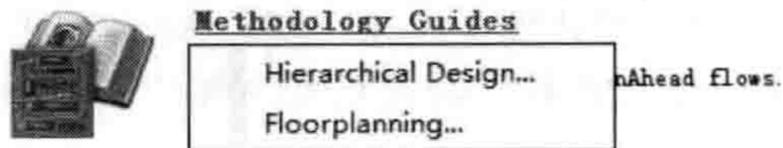

图 1.1.8 高级属性链接
(5) 新属性 (What's New) : 显示当前版本 PlanAhead 工具软件的新属性, 单击该链接时打开 PDF 文档 “What's New in PlanAhead Software xx.x”, 该文件存储在 “..\Xilinx\xx.x\ISE_DS\PlanAhead\doc” 文件夹中。
(6) 用户指南 (User Guide) : 显示 PlanAhead 工具软件的用户指南, 单击该链接时打开 PDF 文档 “PlanAhead User Guide”, 该文件存储在 “..\Xilinx\xx.x\ISE_DS\PlanAhead\doc” 文件夹中。
(7) 方法指南 (Methodology Guides) : 链接到 Xilinx 官方网站, 提供关于层次化设计和逻辑布局的帮助文档, 如图 1.1.8 所示。
(8) PlanAhead 使用指南 (PlanAhead Tutorials) : 链接到 Xilinx 官方网站, 提供关于 PlanAhead 工具软件使用方法的帮助文档。